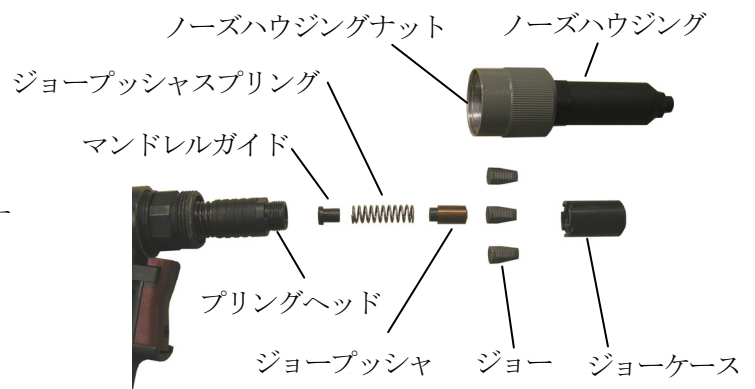

図7-2
- (4) この時、外れてくるパーツを(図7-2)に示します。これらのパーツ及びノーズハウジング・プリングヘッドの内部をブラシなどを使って、灯油等で洗浄・掃除します。